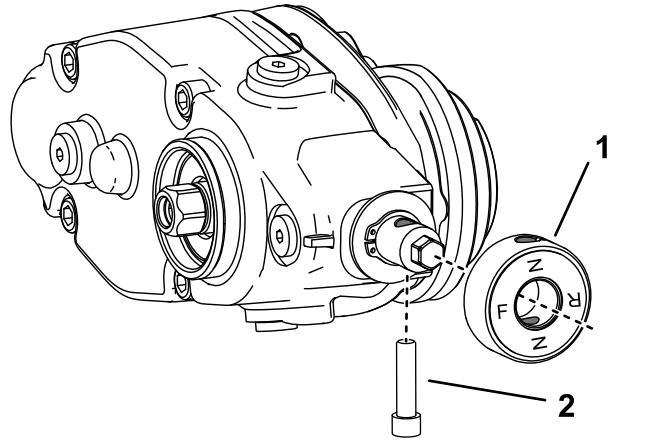

図13
- 左側にグルーマを取り付ける場合は、以下の作業を行ってください図13